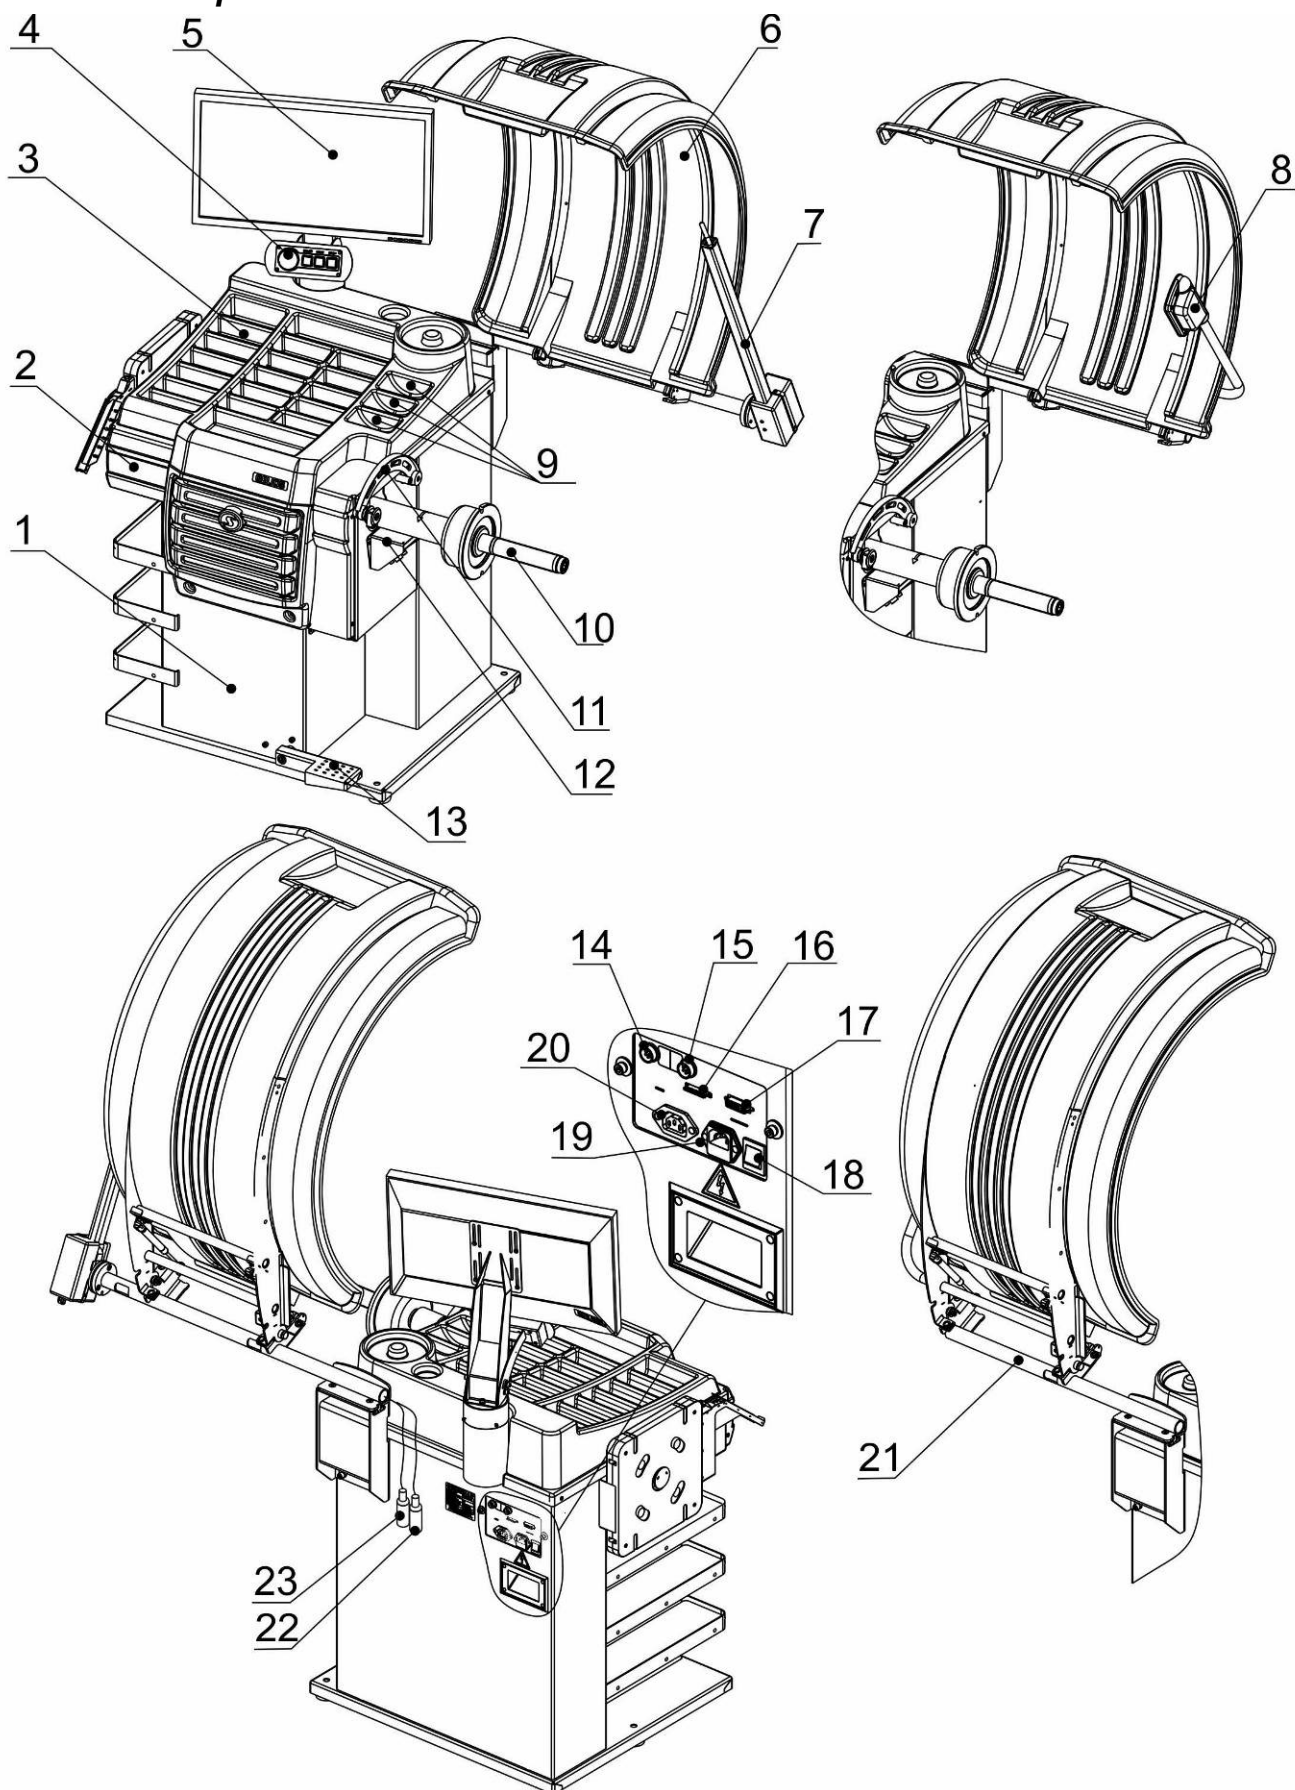

Рисунок 4.1
4.2.5 Подключить вилку второй линейки или УЗ датчика (22) к гнезду для подключения (15) (использовать соответствующую цветовую маркировку гнезда и вилки, рисунок 4.1).
- отвернуть болты (3) на 5 мм;
- вывернуть болты (4);
- установить кронштейн монитора (7);
- вкрутить болты (3), не затягивая;
- повернуть кронштейн клавиатуры (1) в верхнее положение;
- затянуть болты (3) и (4);
- прикрепить монитор (8) винтами (6);
- подсоединить DVI кабель к гнезду монитора и гнезду (17, рисунок 4.1), расположенному на корпусе станка.
4.2.8 Подключить шнур сетевой к разъему, расположенному на задней панели корпуса станка (рисунок 4.1), и к питающей сети, оборудованной розеткой с контактом заземления.